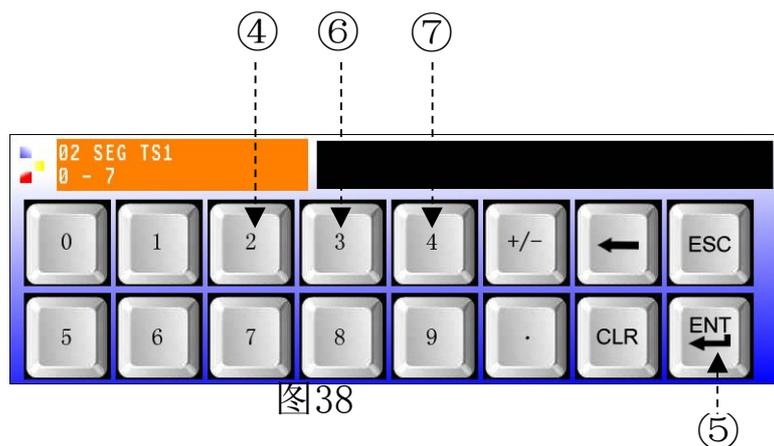

图38
在图 37 中点击①、②、③出现图 38。依次点①→④→⑤→②→⑥→⑤→③→⑦→⑤就会把报时信息 (TS) 2、3、4 分别设为继电器 2、3、4。